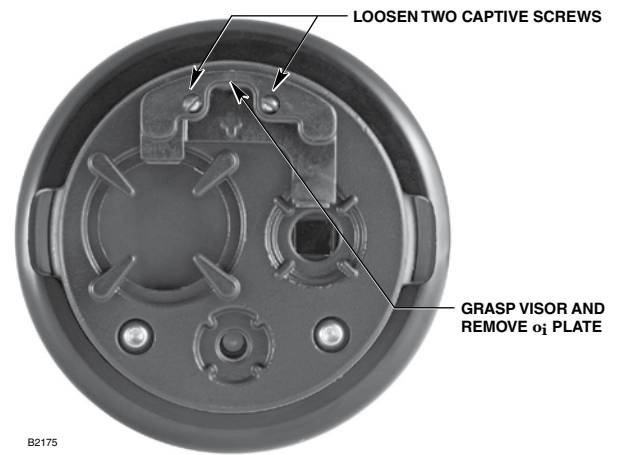

Figura 18 — Remoção da Placa **O_i**
2. Solte os dois parafusos cativos, então segure a placa **O_i** pelo visor e a remova do detector. Veja a Figura 18.